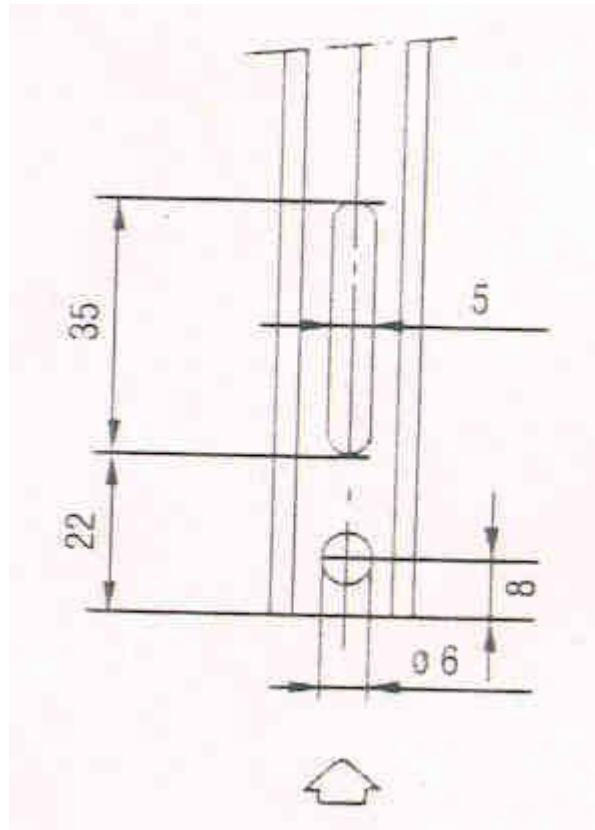

Рис.8
- 1) Прodelать отверстия и прорези в тягах, как показано на рис. 8